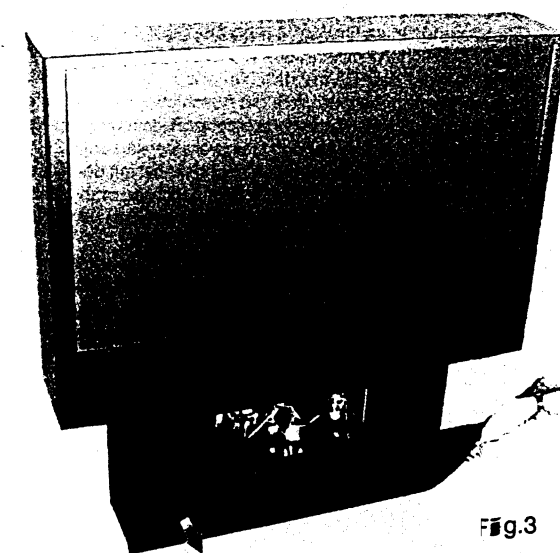

Fig.3
- 1 - Con un apposito cacciavite premere i tasti di fissaggio del pannello frontale come indicato in fig 3
- 2 - Piegare il pannello con cura e fissarlo come descritto in fig 3.
- 1- Utilizando un destornillador adecuado, empujar el botón de fijación del panel frontal en el sentido indicado en la Fig.3.
- 2- Tirar hacia abajo con cuidado del panel frontal y retirarlo como se muestra en la figura. (Fig.3)
5. Carefully remove the flexiboard BSVM coil fixed to the neck of the tube and BSVM coil. (Fig. 3).